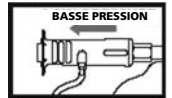

Figure 13
1. Pousser vers l'extérieur sur l'embout noir pour faire en sorte que la lance soit en mode basse pression (Figure 13).